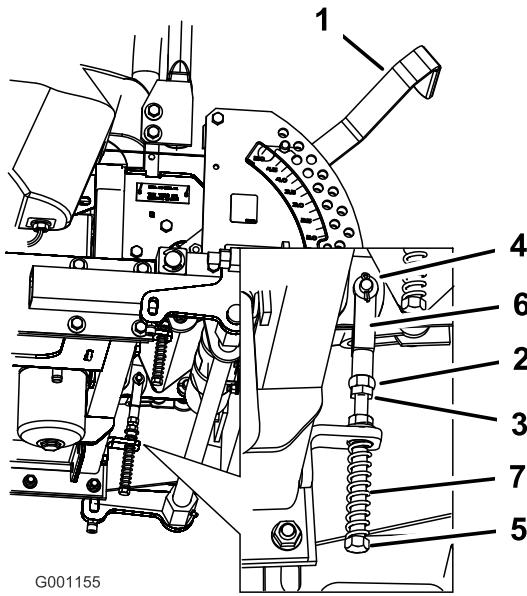

Figura 74
8. Se for necessário ajuste, solte a porca e a porca de bloqueio encostada à forquilha (Figura 74).
9. Aplique uma pressão ligeira para trás à alavanca de controlo do movimento, rode a cabeça do parafuso de ajuste na direção adequada até a alavanca de controlo estar centrada na posição BLOQUEADA EM PONTO-MORTO (Figura 74).
10. Aperte a porca e a porca de bloqueio (Figura 74).